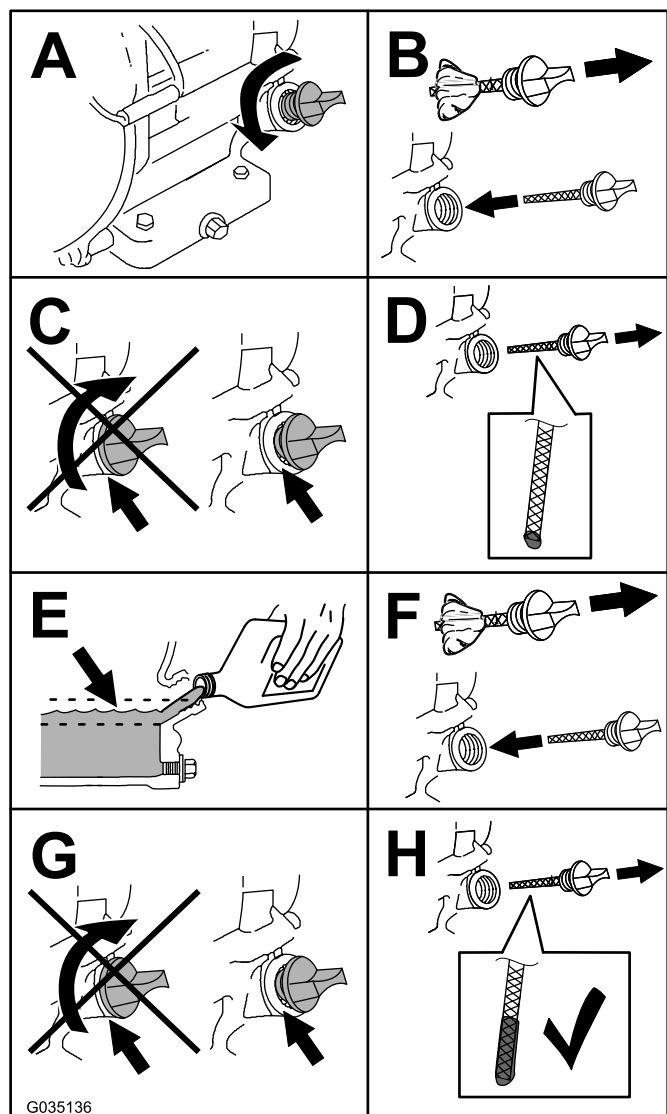

Figure 42
5. Contrôlez le niveau d'huile comme montré à la Figure 42.